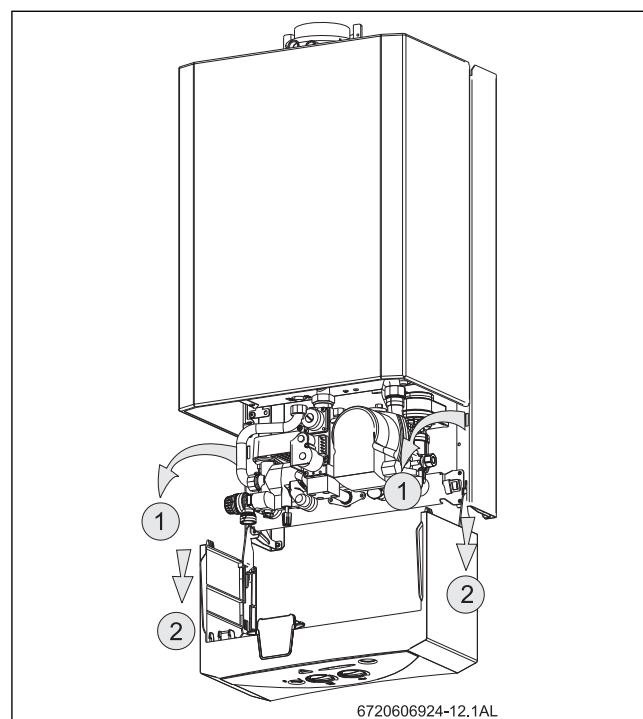

Fig. 7 Posição de serviço para acessibilidade à hidráulica e à eléctrica
- Para retirar completamente o painel de comandos, estando ele posicionado como indicado na Fig. 7, levante e puxe-o na sua direcção.